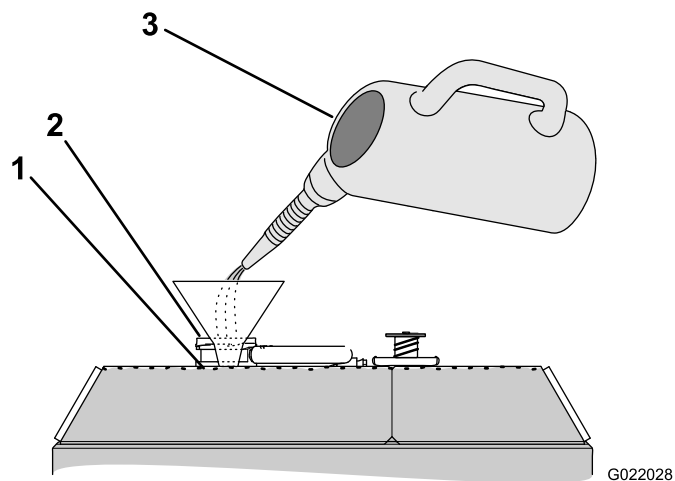

Figure 141
3. Remplissez le radiateur de liquide de refroidissement jusqu'à ce que le niveau atteigne le bas du goulot de remplissage (Figure 141).